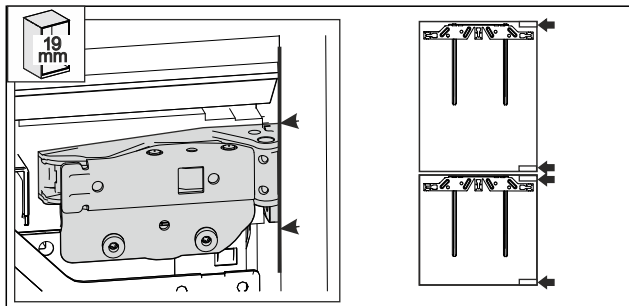

Fig. 52 *
- 19 mm vastag szekrény-oldalfal: a zsanérok elülső élei a szekrény-oldalfal elülső oldalával egy síkba vannak igazítva. Fig. 52 ()